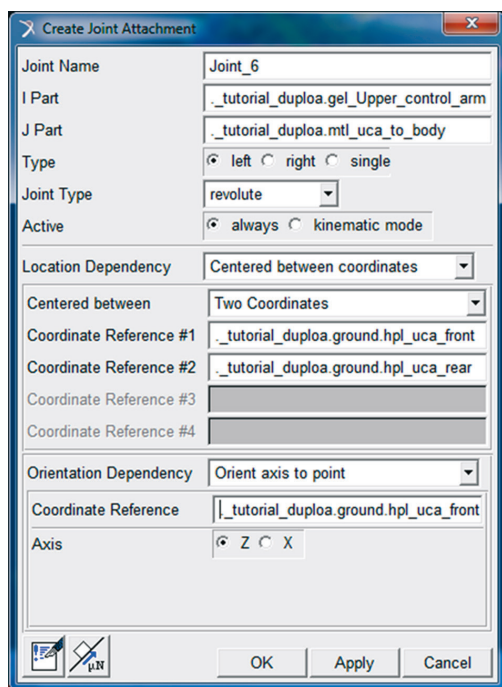

Figura 5.125 – Preenchimento de caixa de diálogo para criação da Junta 6.
- Na janela *Create Joint Attachment*, preencha os campos, conforme mostrado na Figura 5.125. Note que essa junta é do tipo revoluta e é construída entre o *General Part* “gel\_Upper\_control\_arm” e o *Mount* “mtl\_uca\_to\_body”.
A Figura 5.126 destaca a junta criada, segundo a sugestão de preenchimento apresentada na Figura 5.125.